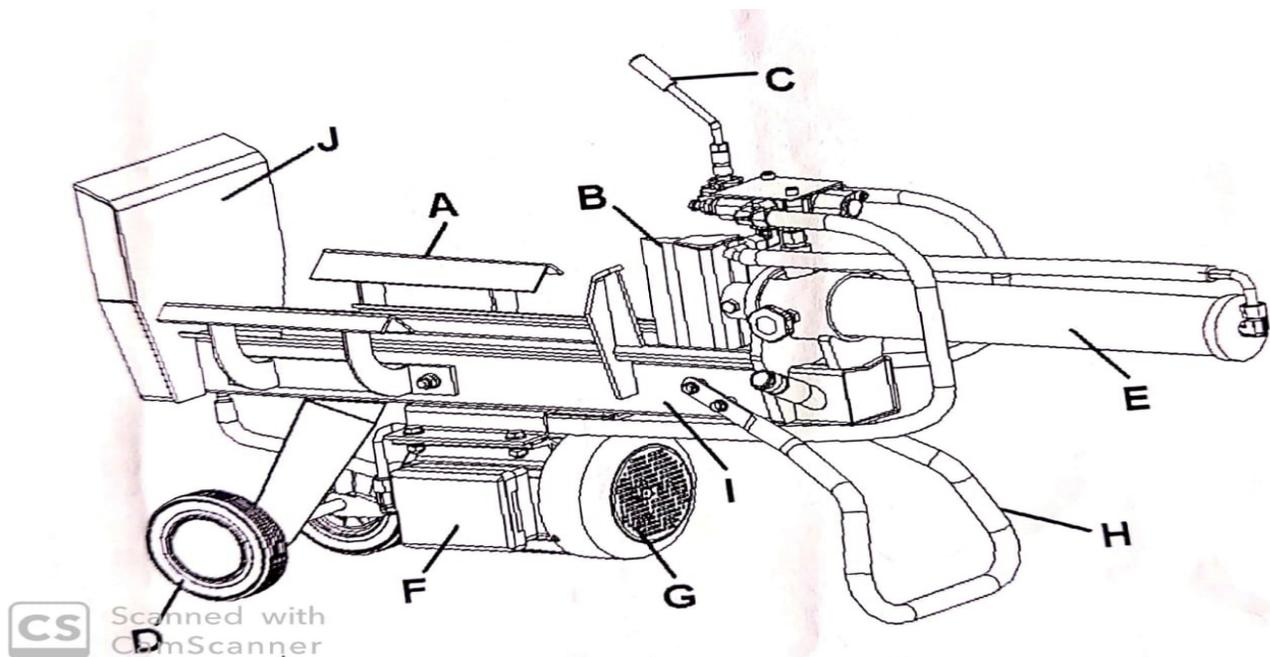

Figura 1. Lista de componentes principales.
Verifique estos componentes de acuerdo a la siguiente lista y la figura 1.
6. Presione el switch de encendido y espere unos segundos mientras el motor crea presión en la bomba hidráulica, luego puede comenzar a trabajar. Oprima el operador de mano (C en figura 1) la cuña separadora (B en figura 1) comprimirá el leño empujándolo contra el botón de platea astillando el leño. Una vez que el leño esté astillado la cuña volverá a su posición.